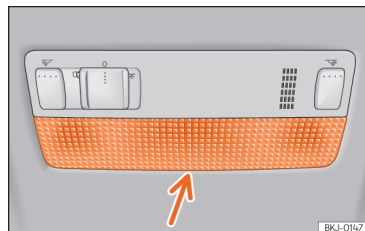

Fig. 167 Luz dianteira de leitura.
- Introduza uma chave de fendas fina, com a parte plana, entre a carcaça e o vidro » » Fig. 167.